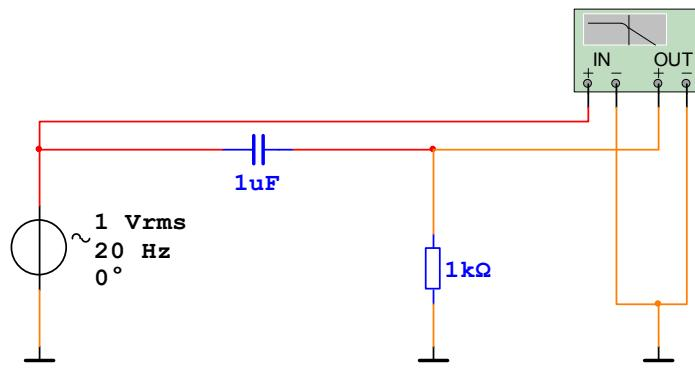

Рис. 4.2.
4.2.5. Соберите схему для автоматического измерения АЧХ и ФЧХ дифференцирующей RC цепи с использованием измерителя частотных характеристик (ИЧХ – Bode Plotter), приведенную на рис. 4.2. Отметим, что в схеме с ИЧХ генератор переменного напряжения необходим только для правильной работы программы моделирования. Параметры генератора не имеют значения и могут быть любыми.